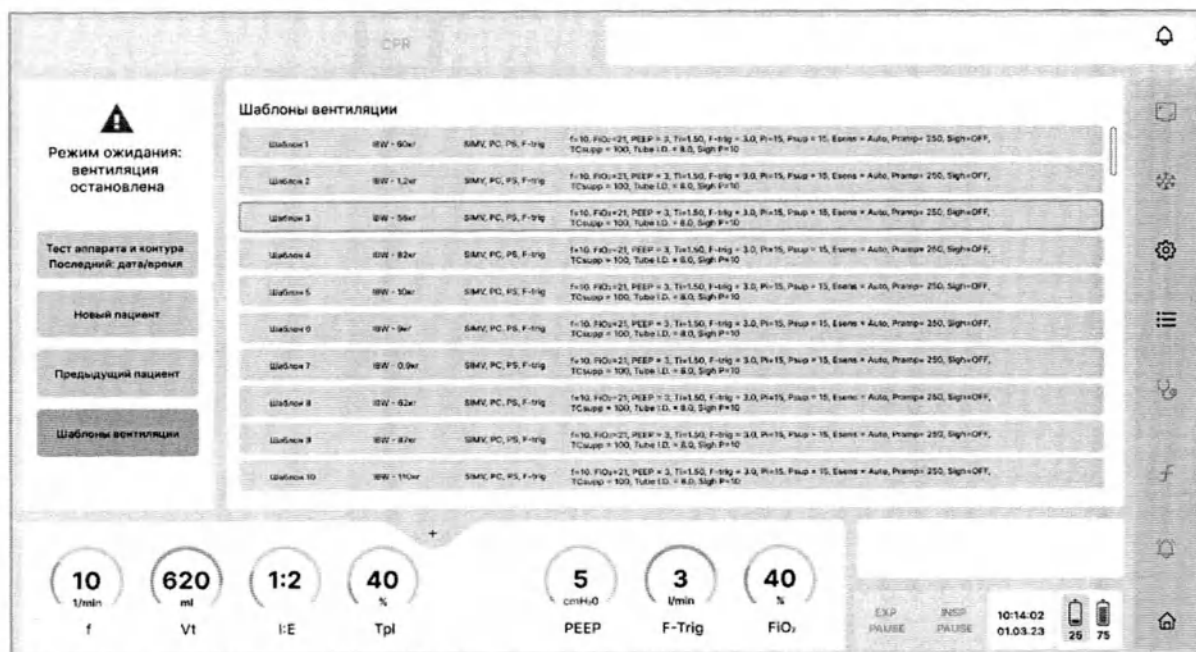

Рисунок 6.7 – Окно шаблонов вентиляции
- 1 Нажмите кнопку «Шаблоны вентиляции» в окне режима ожидания. На дисплее будет отображаться окно с сохраненными ранее шаблонами вентиляции (см. рисунок 6.7).